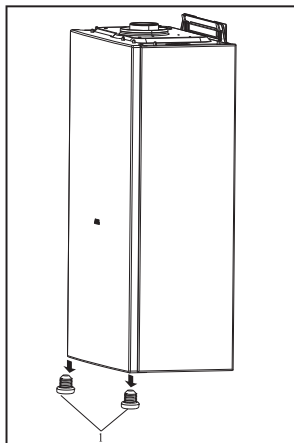

Рис. 3
- Открутите 2 винта нижней части кожуха (Рисунок 3).